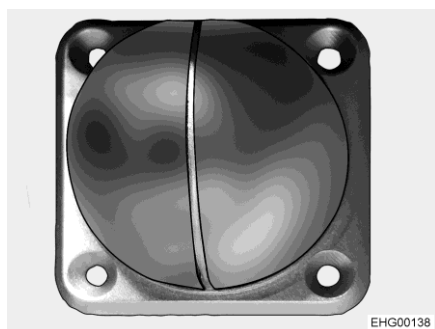

Fig. 108 Docking station (attiva e passiva)
- Docking station attiva (Fig. 108) con funzione di carica nell'armadio guardaroba
- Docking station passiva (Fig. 108) sotto un armadietto pensile
La lampada mobile è chiusa (Fig. 106) e viene inserita su una docking station passiva (Fig. 108).
Caricamento: ■ Chiudere la lampada (Fig. 106) e inserirla sulla docking station attiva (Fig. 108) nell'armadio guardaroba.